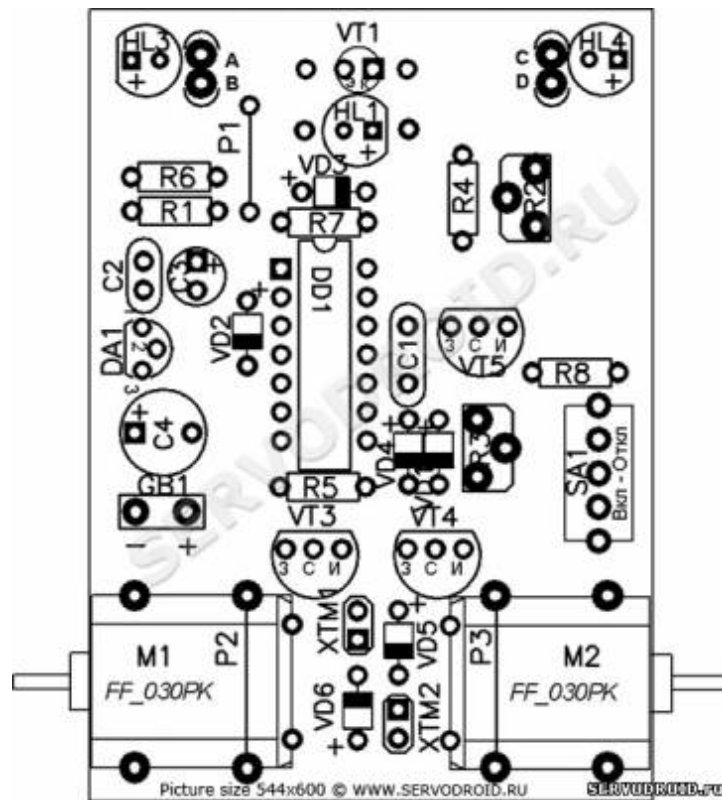

Рис.2.Монтажный чертёж. Нажать фото для увеличения.
ФОТОТРАНЗИСТОР И СВЕТОДИОД. При монтаже радиокомпонентов обратите внимание на установку фототранзистора ФТ2К (позиция VT1) и инфракрасного светодиода RBC-43С (позиция HL1). На фото.4 показан вид со стороны радиокомпонентов. Цифрами и стрелками на фото.4 показаны основные(2) отверстия и дополнительные(1) отверстия. На фото.5 показан вид со стороны токоведущих дорожек. Обозначения для фото.5 следующие: 1-фототранзистор, 2-инфракрасный светодиод, 3-основные отверстия, 2-дополнительные отверстия. Фототранзистор и светодиод устанавливают со стороны токоведущих дорожек ориентируясь по монтажному чертежу приведённому на рис.2.
Для крепления двигателей к печатной плате используют канцелярские скрепки. Один мотор фиксируется двумя скрепками. Скрепки предварительно разгибают в прутки, а затем формируют с помощью монтажных плоскогубцев П-образную скобу. Обратите внимание на крепёжные скобы(3) на фото.7 и фото.8. Они обозначены на сборочном чертеже (рис.2 вверху) как перемычки P2 и P3. Поэтому их назначение двоякое: они удерживают моторы и проводят ток. Крепёжные перемычки P2,P3 являются частью схемы и должны быть надёжно и гарантировано запаены на позициях. До установки моторов вырежьте и приклейте на позиции прямоугольники из двухстороннего тонкого скотча. После закрепления скобами моторы будут зафиксированы на позициях.
Позиции для подключения моторов на монтажной схеме (рис.2) показаны как ХТМ1, ХТМ2. На эти позиции запаивают часть секции(две) от панельки для установки микросхем. Для каждой позиции вам потребуется две секции, которые отрезают боковыми резаками от панельки. Секции устанавливают и запаивают на печатную плату каждую на свои позиции. Далее эти секции ХТ1, ХТ2 будем называть разъёмами. Установленные разъёмы(4) показаны на фото.6.